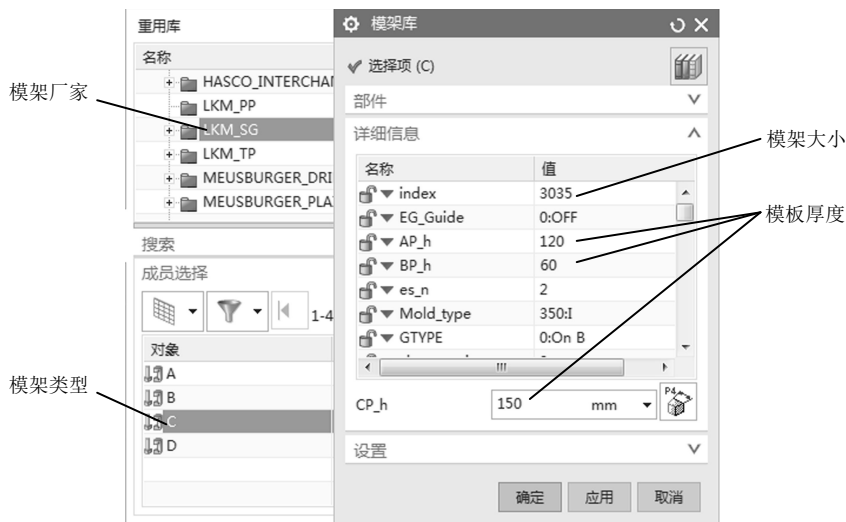

图 14-30 选取模架厂家、型号及大小
(58) 在横向菜单中选取“窗口”，选取“bitong.prt”，打开 bitong.prt 零件。
(59) 单击横向菜单栏的“应用模块”选项，再单击“注塑模”按钮。
(60) 单击“模架库”按钮 ，在【模架库】对话框中对“名称”选取“LKM_PP”（LKM 指龙记模架，SG 指大水口模架），“成员选择”选取“C”，Index 选取 3035，AP_h 设为 120 mm，BP_h 设为 60 mm，CP_h 设为 150 mm，“Mold_type”选取 350: I，如图 14-30 所示。